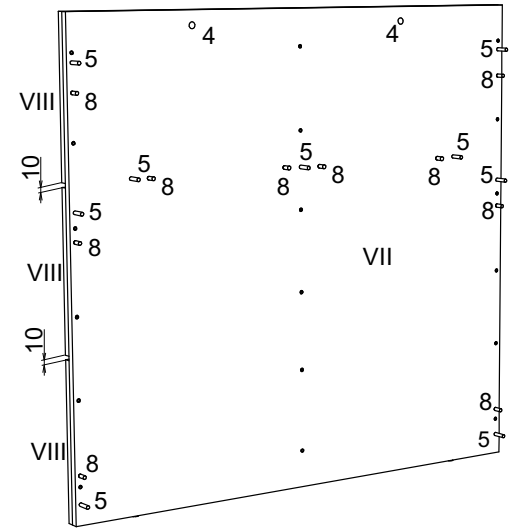

рис. 1
К задней стенке (VII) саморезами 3,5x20 (9) прикрепить накладку (VIII). В соответствующие отверстия в задней стенке (V) вставить шканты (1), вкрутить дюбеля эксцентрики (5) и вставить эксцентрики (4) стрелкой в направлении отверстия. В нижние торцевые отверстия задней стенки (VII) вбить крепежи для опор (7) и вкрутить опоры (8)(рис. 1).